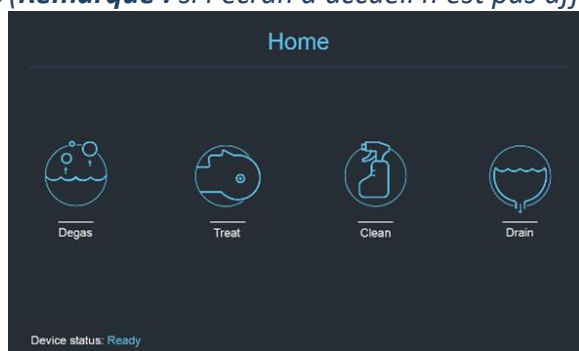

Fig. 1A : Menu « Home (Accueil) » de l'écran tactile du système de distribution d'eau
- ☐ Sur l'écran d'accueil du système de distribution d'eau (Figure 1A), appuyer sur l'option « Clean (Nettoyage) » .